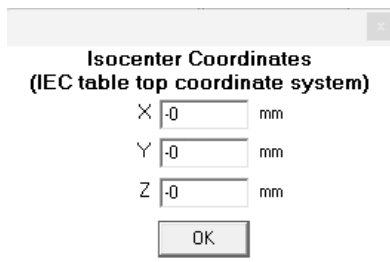

Bild 4. Skriv in koordinaterna 0,0,0 och klicka OK
- Skriv in koordinaterna 0,0,0 och klicka OK (Bild 4).